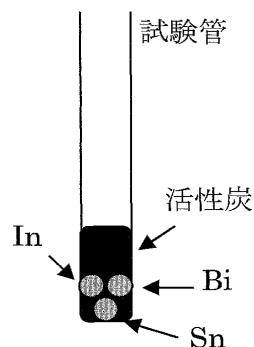

図1 試験管を用いた合成
① 試験管に Sn、Bi、In を入れる。
②図1のように①に活性炭を入れ、パイトーチで加熱し、液化させる。
③ ②が室温まで冷えたら、水道水で試験管を洗い活性炭を洗い出す。
④ 試験管から合金を取り出し乾燥させる。